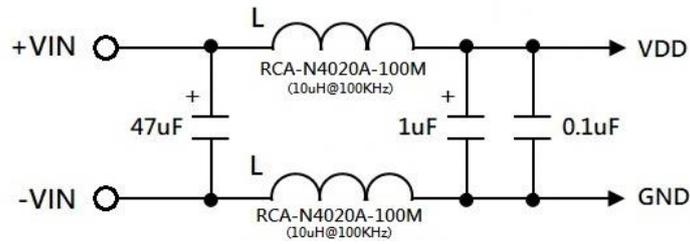

图 2-25: 降低 EFT 干扰的参考电路
- EFT (Electrical Fast Transient) 电快速瞬变脉冲群的电源处理: 正负两端都要用电感隔离。如图 2-25)。